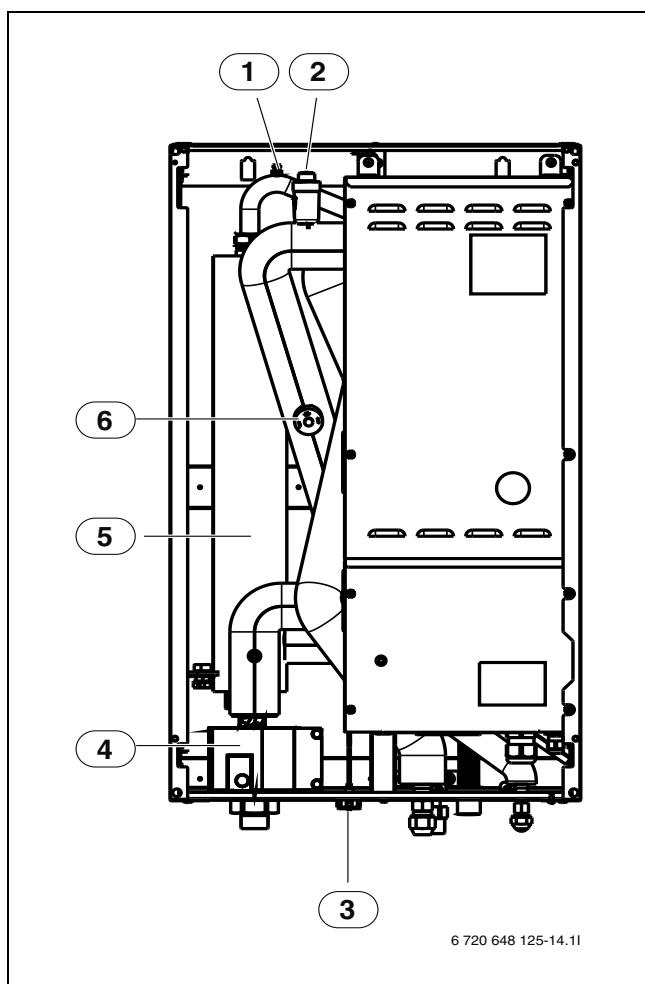

Bild 23 WPLS IE-Modul mit Hocheffizienzpumpe und elektr. Zuheizer
- Das Heizsystem durch Öffnen des Entlüftungsventils (→ [1], Bild 23) entlüften. Dieser Vorgang muss eventuell mehrmals wiederholt werden und ist für die optimale Funktion der Wärmepumpe sehr wichtig.
Das WPLS-Modul mit elektr. Zuheizer ist mit einem Druckwächter (→[4], Bild 23) ausgestattet, der ausgelöst wird, wenn der Druck im Heizsystem zu niedrig wird.